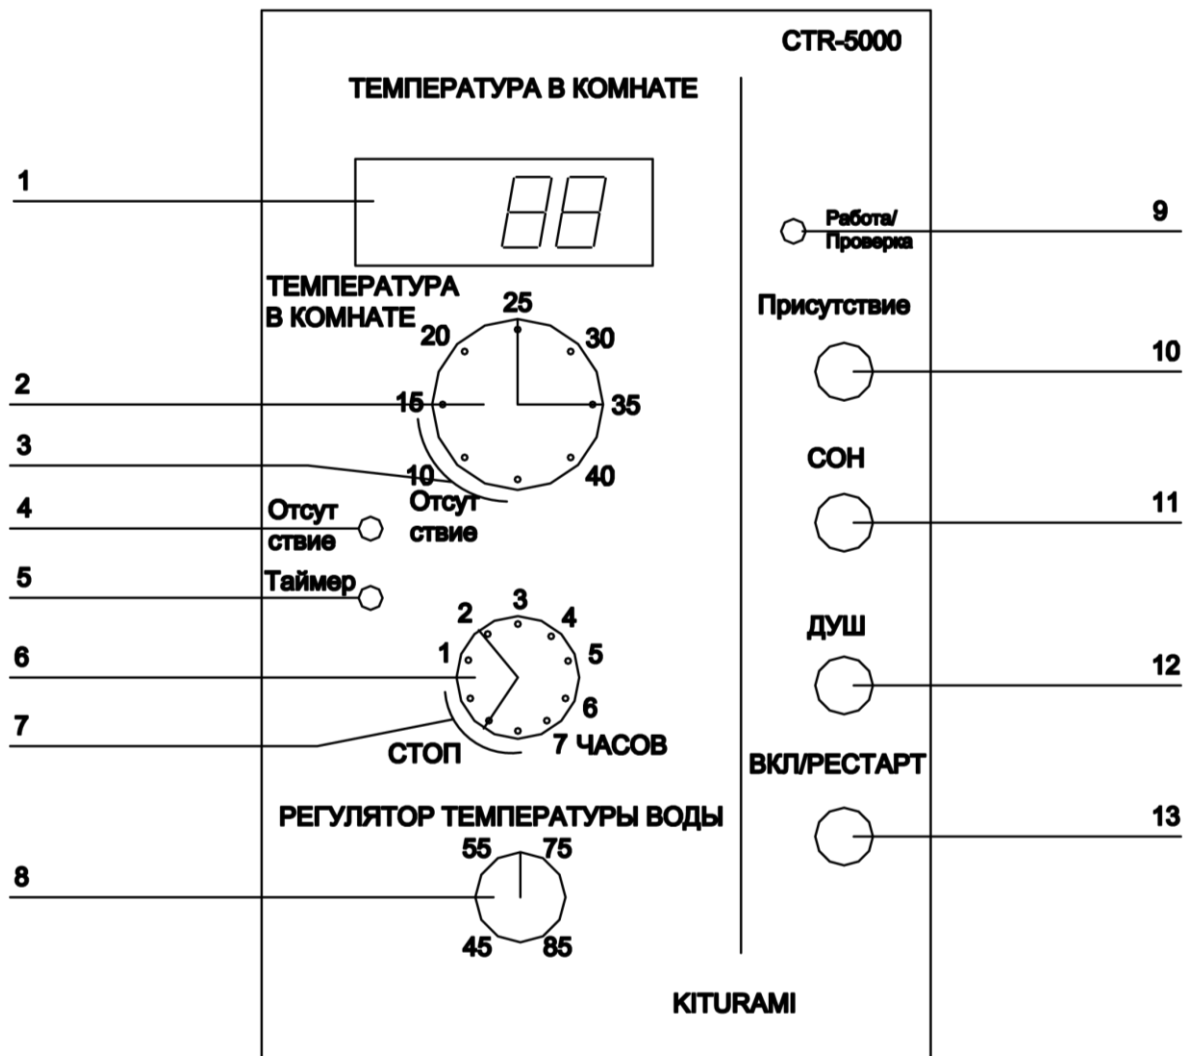

Рис. 4.
- регулятор «ТЕМПЕРАТУРА В КОМНАТЕ» (Поз.2; рис. 4);
- отметка на шкале регулятора «ТЕМПЕРАТУРА В КОМНАТЕ» - «ОТСУТСТВИЕ» (Поз.3; рис. 4);
- регулятор «ТАЙМЕР» (Поз.6; рис. 4);
- отметка на шкале регулятора «ТАЙМЕР» - «СТОП» (Поз.7; рис. 4);
- регулятор «ТЕМПЕРАТУРА ВОДЫ» (Поз.8; рис. 4);
- кнопка «ПРИСУТСТВИЕ» (Поз. 10; рис. 4);
- кнопка «СОН» (Поз.11; рис. 4); кнопка «ДУШ» (Поз.12; рис. 4);
- кнопка «ВКЛ/РЕСТАРТ» (Поз.13; рис. 4).
- дисплей (Поз.1; рис. 4);
- светодиод «ОТСУТСТВИЕ» (Поз.4; рис. 4);
- светодиод «ТАЙМЕР» (Поз.5; рис. 4);
- светодиод «РАБОТА/ПРОВЕРКА» (Поз.9; рис. 4);
- подсветка кнопки «ПРИСУТСТВИЕ» (Поз. 10; рис. 4);
- подсветка кнопки «СОН» (Поз. 11; рис. 4); подсветка кнопки «ДУШ» (Поз. 12; рис. 4).
Кнопка «ВКЛ /РЕСТАРТ» (Рис. 4; поз.13). Элемент прибора, предназначенный для включения (выключения) прибора CTR-5000 и котла.
Дисплей (Рис. 4; поз.1). Элемент прибора, предназначенный для отражения текущей температуры в помещении.
Светодиод «РАБОТА/ПРОВЕРКА» (Рис. 4; поз.9). Элемент прибора, предназначен для информирования о включении или выключении функции «РАБОТА/ПРОВЕРКА».
Регулятор «ТЕМПЕРАТУРА В КОМНАТЕ» (Рис. 4; поз.2). Элемент прибора, предназначен для предварительной установки параметра обогреваемой температуры отопляемого объекта, или для включения функции «ОТСУТСТВИЕ» (Рис. 4; поз. 3).
Регулятор «ТАЙМЕР». (Рис. 4; поз.б).
Основная установка этого регулятора напротив отметки «СТОП». (Рис. 4; поз.7).
Регулятор «ТЕМПЕРАТУРА ВОДЫ». (Рис. 4; поз.8). Регулятор предназначен для предварительной установки температуры теплоносителя в котле. Выбор этой температуры выполняется при помощи шкалы в диапазоне от 45°C до 85°C, с градацией шкалы, 2,0°C. Регулятор обслуживает функции «ПРИСУТСТВИЕ», «СОН» и «ТАЙМЕР».
Функция «ТАЙМЕР». Эта функция управляет режимом отопления котла по программе, которую владелец котла устанавливает по своему желанию. Предварительное программирование функции «ТАЙМЕР» выполняется: регулятором «Температура воды» (Рис. 4; поз.8); регулятором «ТАЙМЕР» (Рис. 4; поз.6);